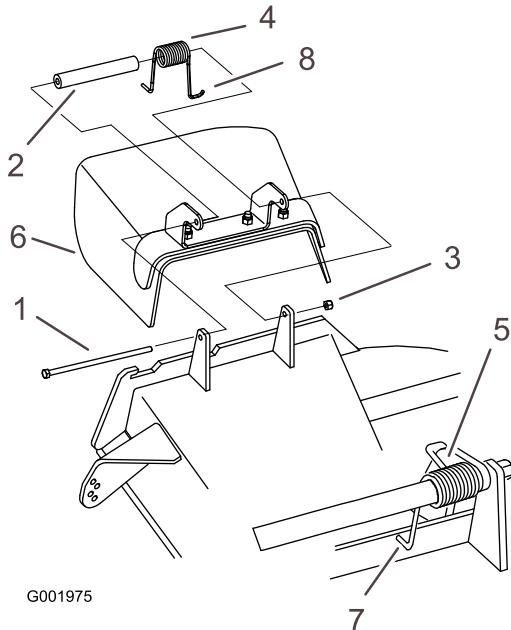

Figure 77
3. Remettez le boulon et l'écrou. Accrochez l'extrémité en **J** du ressort au déflecteur d'herbe (Figure 77).
1. Retirez le contre-écrou, le boulon, le ressort et l'entretoise qui fixent le déflecteur aux supports de pivot (Figure 77). Enlevez le déflecteur s'il est endommagé ou usé.